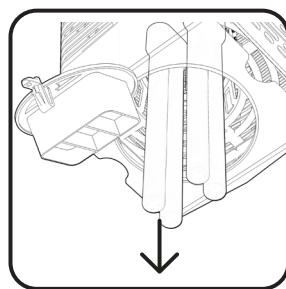

Fig. 3
5. Usando guantes, tire suavemente de la bombilla para quitarla. (Fig. 3)